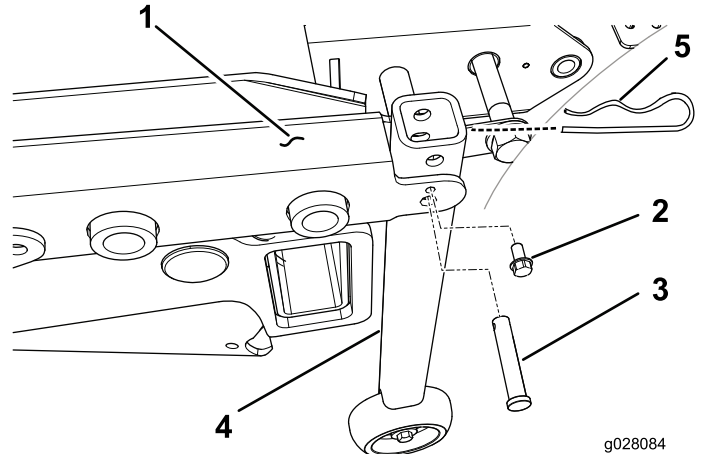

図 32
2. シリアル番号が 312999999 よりも若いトラクションユニットでは、デッキフレームの後コーナーそれぞれに垂直チューブサポートアセンブリを取り付けるクレビスピンとタッピングねじ 1/4 インチを使用する 図 32。